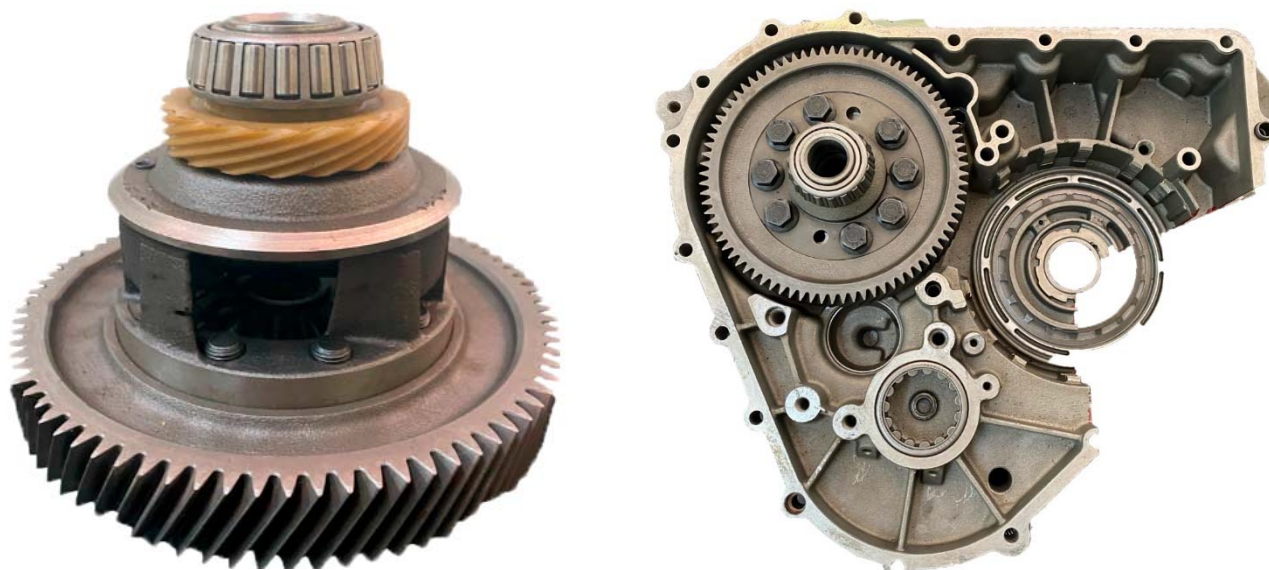

Рисунок 87 – установка главной передачи в крышку картера.
- установить главную передачу в крышку картера (рисунок 87);